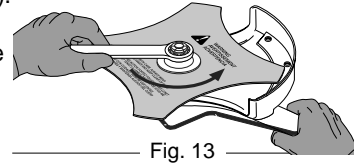

Fig. 13
- ¥ Si no tiene una llave de torsi—n, use una llave de boca cerrada de 13 mm o de casquillo, gire la tuerca hasta que el retén de la cuchilla esté ajustado contra el buje del eje. Verifique que la cuchilla esté bien instalada, luego gire la tuerca 1/4 a 1/2 vuelta más en sentido antihorario (Fig. 13).